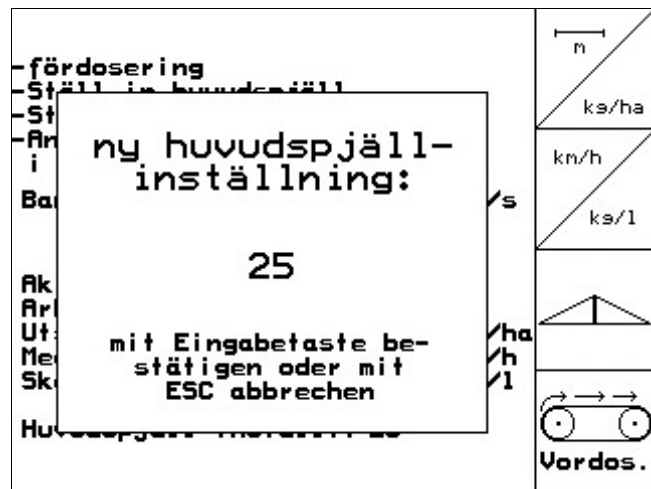

Fig. 36
- Den nya kalibreringsfaktorn visas och bekräftas med , eller raderas med  (Fig. 36).